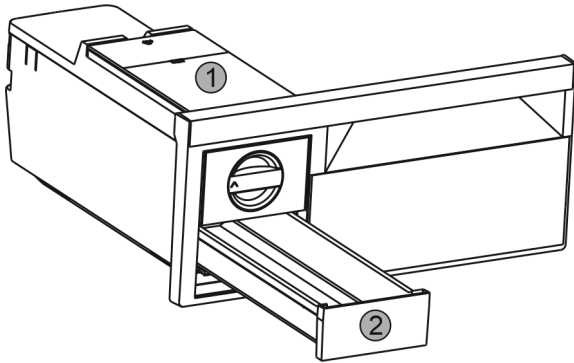

Fig. 50
- ▶ Retirar el depósito de agua Fig. 50 (1) y el cajón de cubitos de hielo Fig. 50 (2).